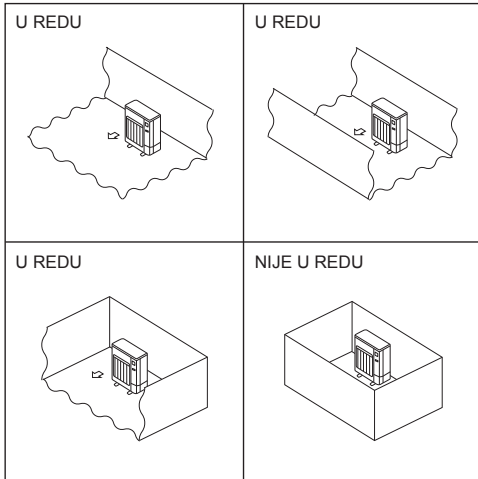

Fig. 2-2
- Postavite vanjske jedinice na mjesto gdje je barem jedna od četiri strane otvorena te u velikim prostorima bez udubina. (Fig. 2-2)